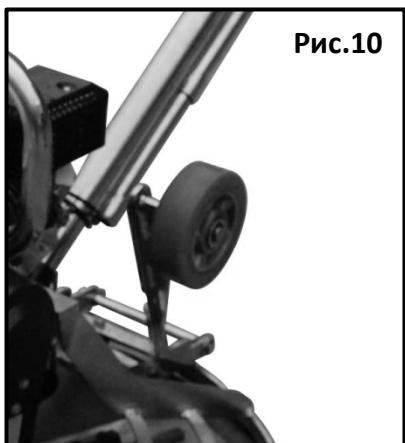

Рис.10
7.11. Для перемещения затирочной машины к новому участку используйте транспортные колеса (дополнительная опция может не входить в комплект данной затирочной машины) (рис.10).